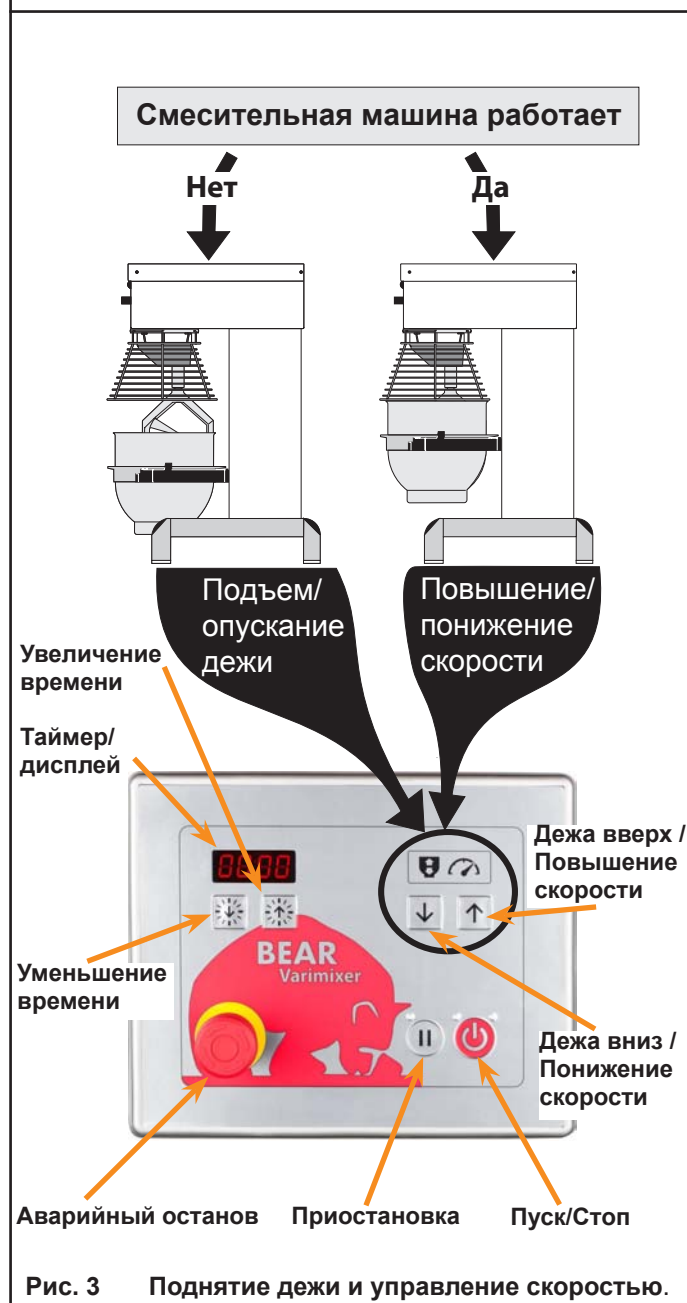

Рис. 3 Поднятие дежи и управление скоростью.
- C** Нажмите **↑**, чтобы поднять дежу (**Рис. 3**). Дежа автоматически остановится в этом положении.
- E** Нажмите **⏻**, чтобы запустить смесительную машину (**Рис.3**).
Пульт управления смесительной машиной снабжен двумя кнопками: **↑** и **↓**, каждая из которых выполняет две функции (**Рис.3**):
- Разблокируйте кнопку аварийного останова (**Рис. 3**), повернув ее против часовой стрелки, или закройте защитное ограждение.